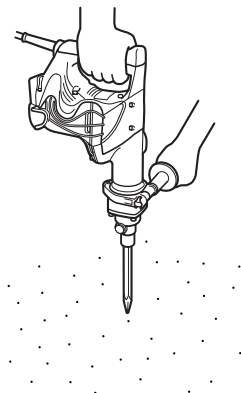

Fig. 6
2. Forma de picar o romper (Fig. 6)